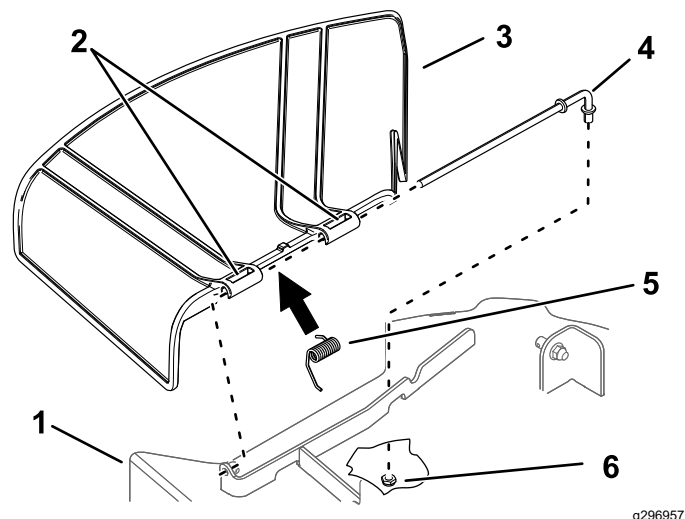

Bild 78
1. Nehmen Sie die Mutter ($\frac{3}{8}$ ") aus der Stange unter dem Mähwerk ab (Bild 78).
2. Schieben Sie die Stange aus der Mähwerkhalterung, der Feder und dem Ablenkblech (Bild 78).
4. Montieren Sie das neue Ablenkblech (Bild 78).
7. Schieben Sie die Stange durch den zweiten Drehzapfen am Grasablenkblech (Bild 78).
9. Befestigen Sie das hintere Stangenende mit einer Mutter ($\frac{3}{8}$ ") am Mähwerk, wie in Bild 78 abgebildet.